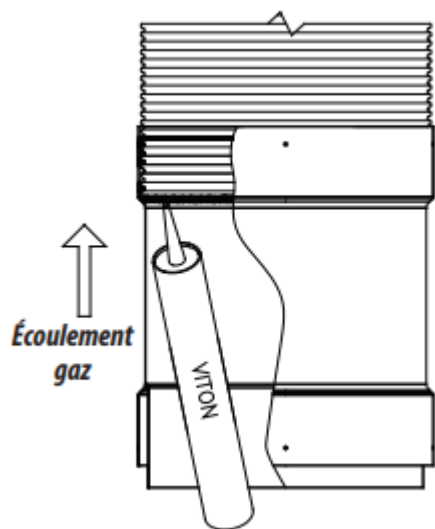

Figure 19-Assemblage DuraSeal Flex
2.2. Poussez l'adaptateur sur la doublure à fond, jusqu'à ce que vous ne puissiez pas voir la marque faite sur la doublure flexible plus tôt (Figure 19). Assurez-vous que le